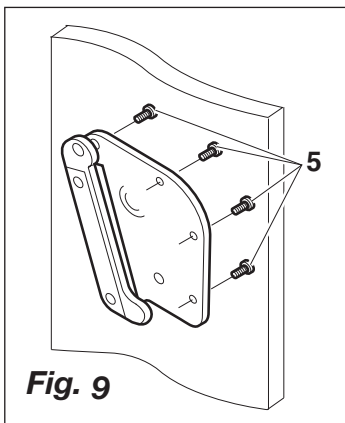

Fig. 9
- Fije las placas de soporte a los paneles laterales desde el exterior, cada uno con 4 tornillos de cabeza avellanada **5** M8 x 30 mm, véase **Fig. 9**.